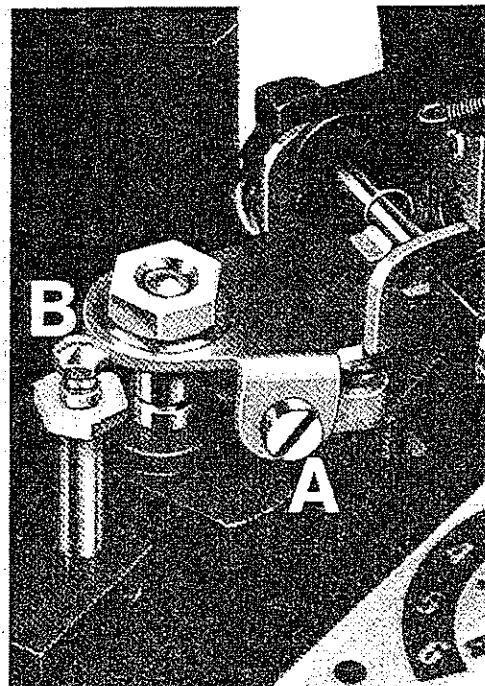

Fig. 4 PICK-UP HEIGHT AND SET DOWN ADJUSTMENT
3. **Poser de l'aiguille.** La position correcte pour la pose de l'aiguille est à 3mm du bord du disque. La position se règle à l'aide de la vis de réglage de l'aiguille (Fig. 4, A) et ceci s'effectue de la meilleure manière avec une pile de disques de 30cm sur le plateau. Lorsque l'aiguille est correctement positionnée pour un disque de 30cm la pose de l'aiguille sera également correcte pour les disques de 17 et de 25cm.
4. **Hauteur du bras de pick-up.** La hauteur de bras de pick-up est correctement réglée quand l'aiguille est de 3mm au dessous de la surface d'une pile de huit disques d'épaisseur moyenne sur la platine. La hauteur du bras de pick-up peut être augmentée en tournant la vis de réglage de hauteur du pick-up (Fig. 4, B) dans le sens inverse des aiguilles d'une montre, et être diminuée en la tournant dans le sens des aiguilles d'une montre. Après tout réglage, il faut procéder à une vérification pour s'assurer que le bras de pick-up ne touche pas le dessous des disques retenus en pile sur la saillie de l'axe central et qu'il est également immobilisé par le verrou automatique de bras de pick-up.